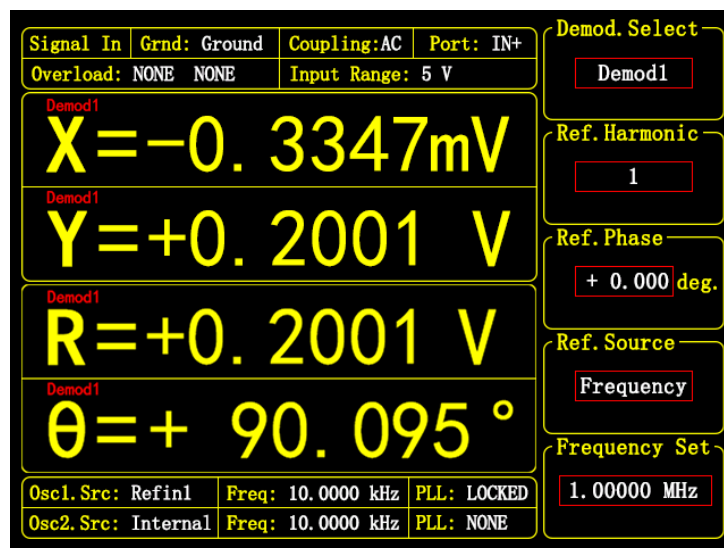

图 51. &lt;Frequency&gt; 模式界面
- <Frequency> : 设置当前解调器的参考基准源为任意频率。此模式界面如图51示。